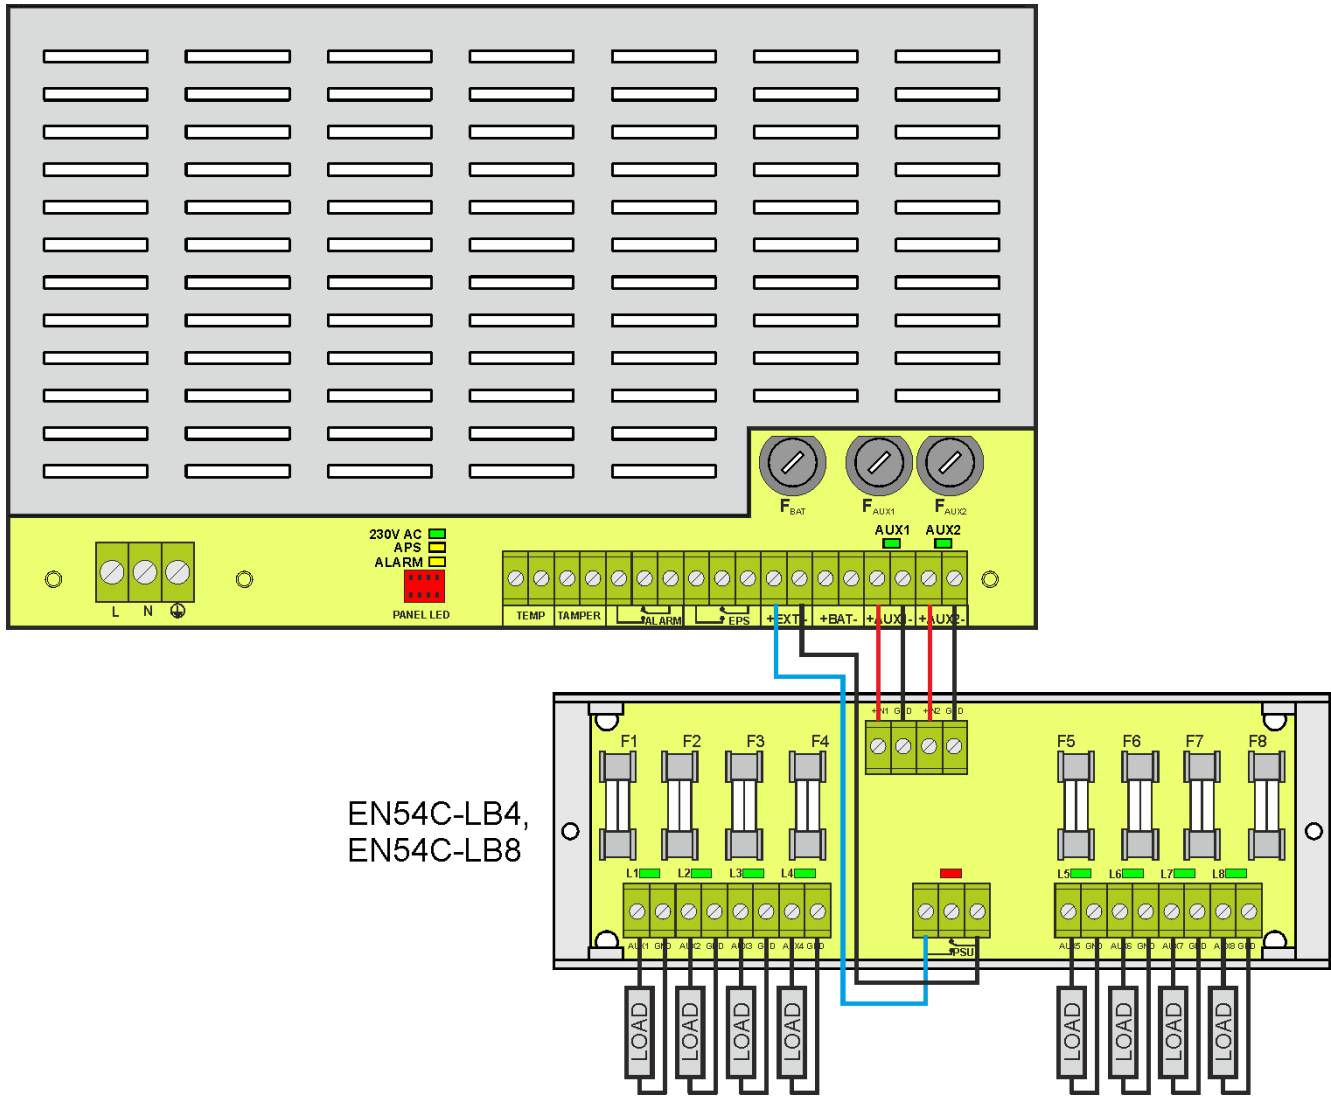

Abb. 10. Beispiel der Verbindung mit der Sicherungsleiste EN54C-LB8.
Abbildung 10 zeigt die Verbindungen zwischen dem Netzteil, dem Sicherungsmodul und den Abnehmern (LOAD).
- Umschaltung des Relaisausgangs PSU in spannungslosen Zustand (Kontakte wie auf der Abbildung 10)